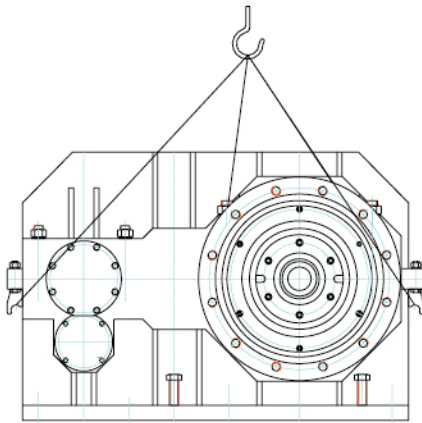

图 1 起吊示意图
- 起吊时注意起吊位置，按照图1进行平稳起吊，并注意轻吊轻放。